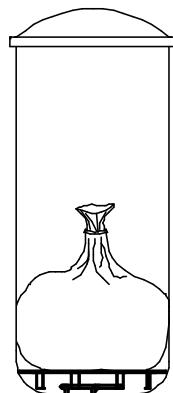
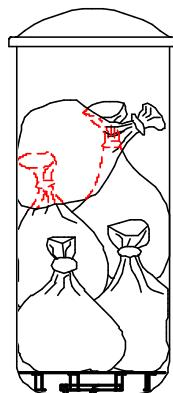

図 2
図 3
- 🚫 バッグを缶内に直に入れないでください。また、詰めすぎないでください。(図 2, 図 3)